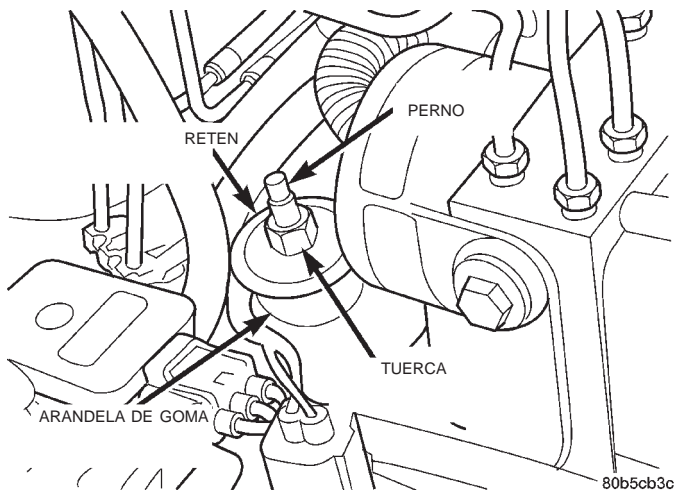

Fig. 2 Montaje del amortiguador superior
(1) Retire la tuerca, el retén y la arandela de goma del perno de amortiguador en el compartimiento del motor (Fig. 2).